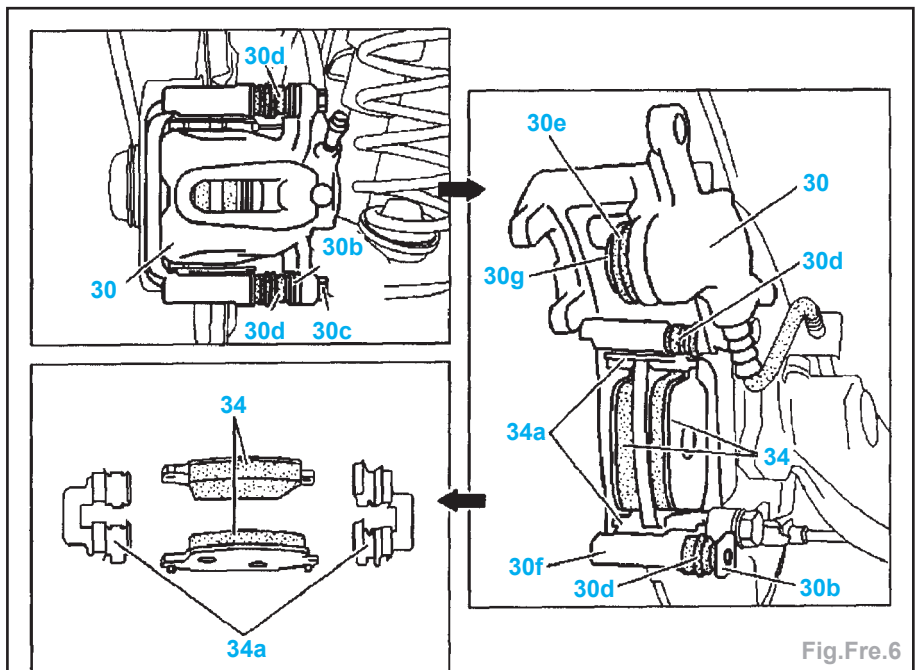

Fig.Fre.6
- Détacher la vis (30c) (Fig.Fre.6).
- Déposer les plaquettes de frein (34) avec les agrafes (34a).